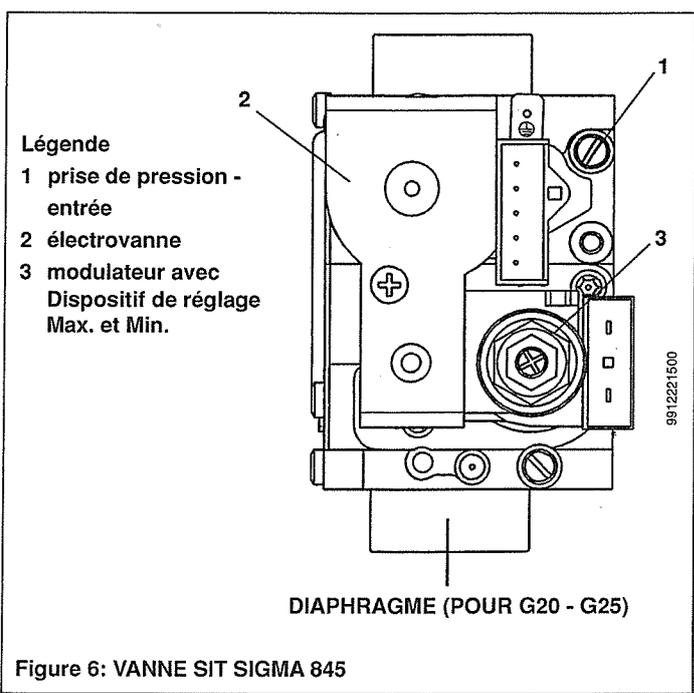

Figure 6: VANNE SIT SIGMA 845
- Brancher deux manomètres si possible à eau aux prises de pression (Réf. 1 Figure 6) de la vanne du gaz et de la rampe brûleurs, après avoir dévissé les vis correspondantes.
- Vérifier que la pression dynamique d'alimentation de la chaudière, mesurée à la prise de pression (Réf. 1 Figure 6) de la vanne de gaz soit correcte (28 mbar pour le gaz butane, 37 mbar pour le gaz propane, 20 mbar pour le gaz naturel G20 ou 25 mbar pour le gaz naturel G25).